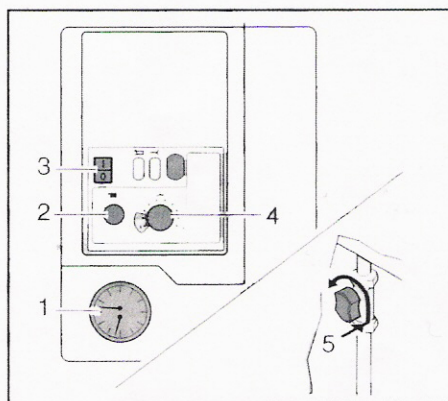

Рис.1 Поле обслуживания, показания давления кран газовый.
- Проверить давление воды (рис. 1, поз.1)
- Установить температуру подачи на регуляторе (рис.1, поз.2), пользуясь табл. 1.
- Установить температуру горячей воды на регуляторе (рис.1, поз.4)
- Открыть газовый кран (рис.1, поз.5).
- Установить выключатель питающей сети (рис. 1, поз.3) в положение "I". Устройство начинает стартовую программу, включается горелка на 30 сек.